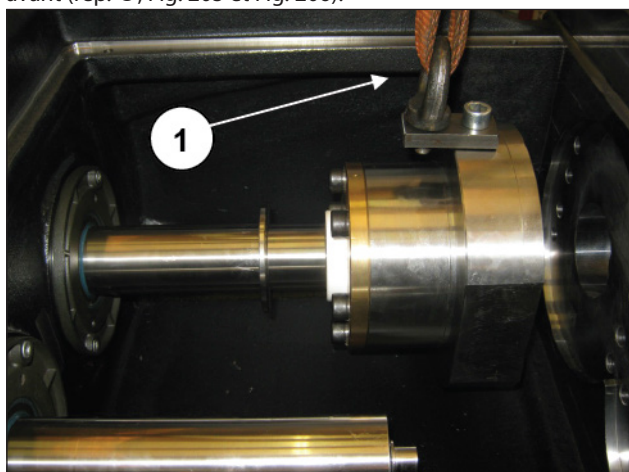

Fig. 204
Retirer le support de chemise de la culasse en le faisant glisser sur le piston, en le soutenant par l'anneau ou l'étrier de levage (rep. ①, Fig. 204) et dévisser la vis M10 qui fixe le piston en libérant l'ensemble qui peut maintenant être retiré du carter avant (rep. ①, Fig. 205 et Fig. 206).